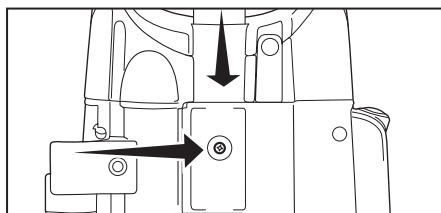

Fig. 1
- Retirez la vis de la poignée située à l'arrière de l'aspirateur (Fig. 1). Insérez la poignée vers le bas dans le corps de l'aspirateur. Insérez la vis et serrez-la.